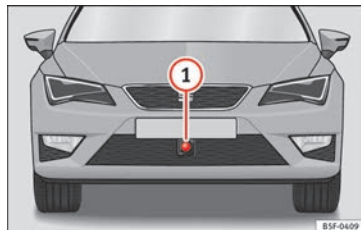

Fig. 151 En el paragolpes delantero: sensor de radar.
En el paragolpes delantero va montado un sensor de radar para captar la situación del tráfico » » fig. 151 ①. Este sensor permite detectar vehículos que circulan por delante a una distancia de hasta 120 m aproximadamente.